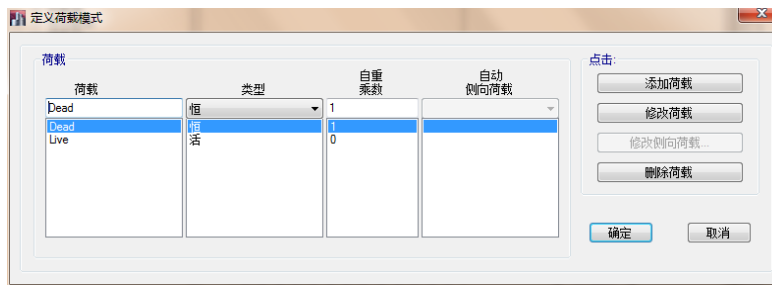

图 4-1 定义荷载模式对话框
2. 右击**荷载模式**，在弹出的菜单中选择**添加新荷载模式**，弹出**定义荷载模式**对话框，如图 4-1 所示。